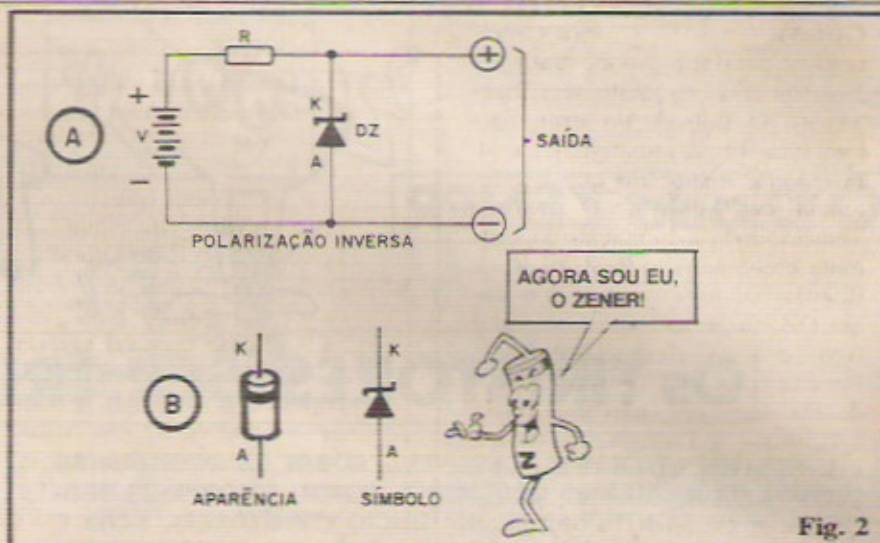

Fig. 2
- FIG. 2-A - Um DIODO ZENER (DZ), diferentemente dos DIODOS COMUNS, é industrialmente feito com a "intenção" de não queimar-se ou romper-se, quando submetido a tensões inversas além do seu natural limite... Quando isso ocorre, o ZENER simplesmente passa a atuar como um "livre condutor"! Isso quer dizer que, enquanto a Tensão V for **menor** do que o referencial de Tensão do diodo DZ , este se opõe, "firmemente", à passagem de qualquer corrente... Já quando a Tensão V se **igualava** ou **ultrapassava** a Tensão referencial do DZ , este se comporta como um "interruptor fechado", permitindo o trânsito praticamente livre da corrente! O mais importante e interessante, é que com toda facilidade, podem ser produzidos DIODOS ZENER com os mais diversos referenciais de Tensão (TENSÃO ZENER)! Por exemplo: existem DIODOS ZENER cuja "barreira" é vencida aos 3,3V, ou aos 6,2V, ou aos 12,0V, e assim por diante, em ampla gama de valores (detalhes mais à frente, e na Seção AR-
- FIG. 2-B - Conforme fazemos com todas as peças abordadas aqui no ABC, af estão os importantes "códigos visuais":